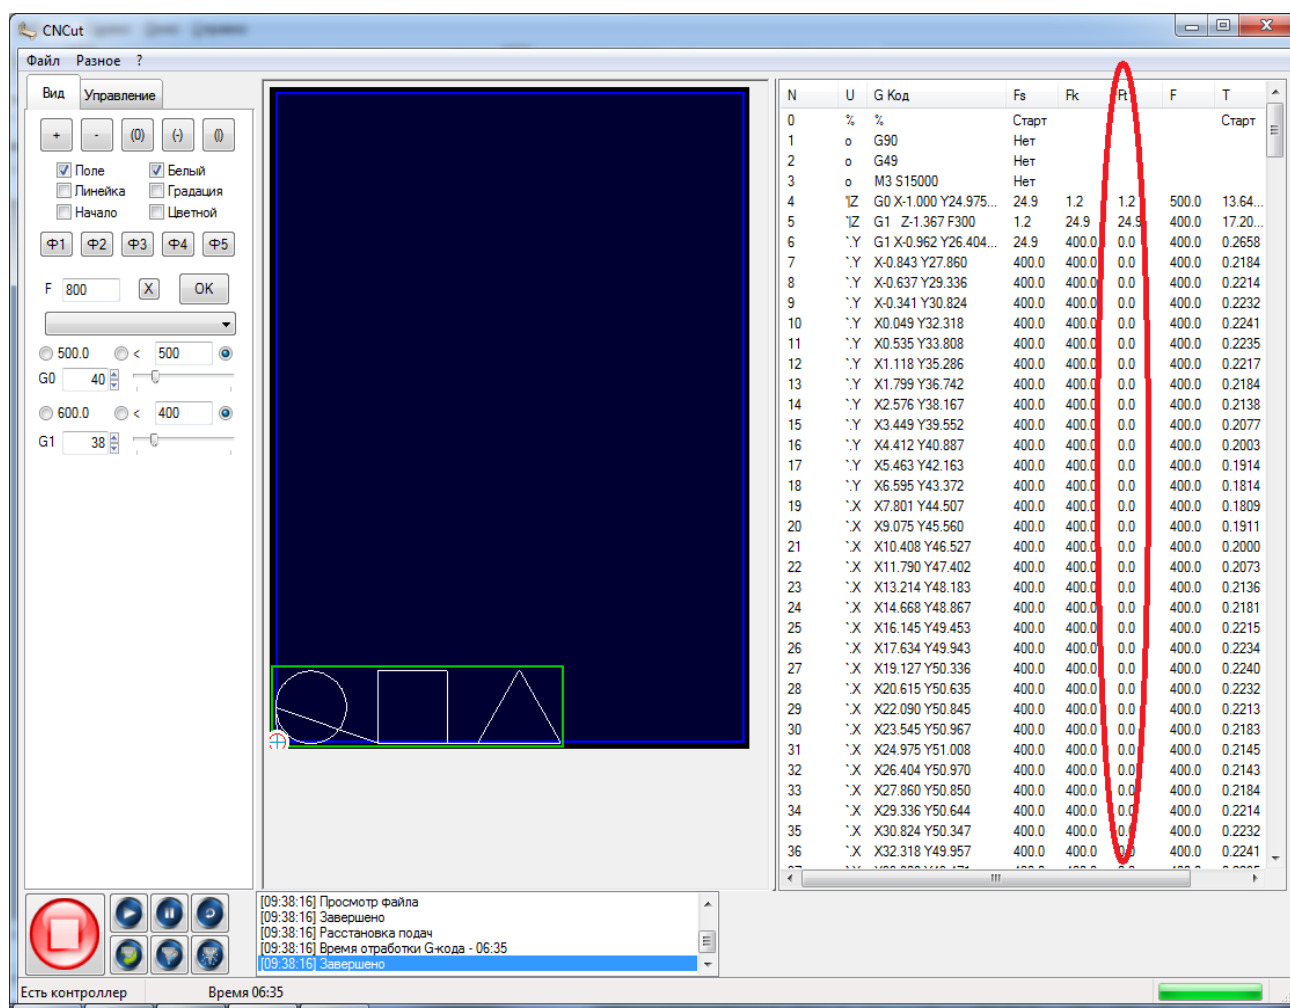

Рисунок 67. Столбец «Ft»
6. Столбец «Ft»- скорость , к которой должен стремиться автомат в текущем кадре, рисунок 67